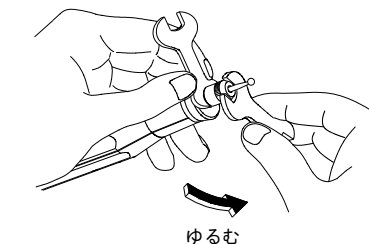

図 5
4. チャッキングナットがきつく締まりすぎてしまい力が入らない場合は、両口スパナの小さな方で回転軸の切り欠きを押しさえ、大きな方でチャッキングナットの切り欠きを押しさえしてゆるめて下さい。(図5)